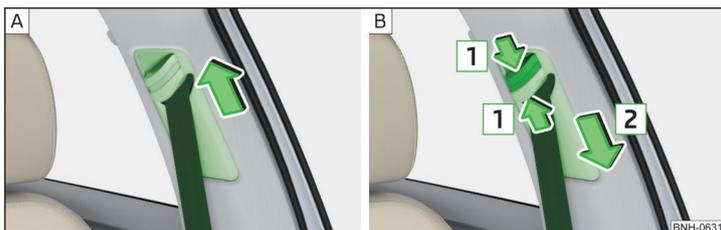

Fig. 5 Ajuste en altura del cinturón para los asientos delanteros
- » Desplazar la guía **hacia arriba** en sentido de la flecha » fig. 5 - **A**.
- » **O bien:** Comprimir el seguro en el sentido de la flecha **1** y deslizar la guía **hacia abajo** en el sentido de la flecha **2** » fig. 5 - **B**.